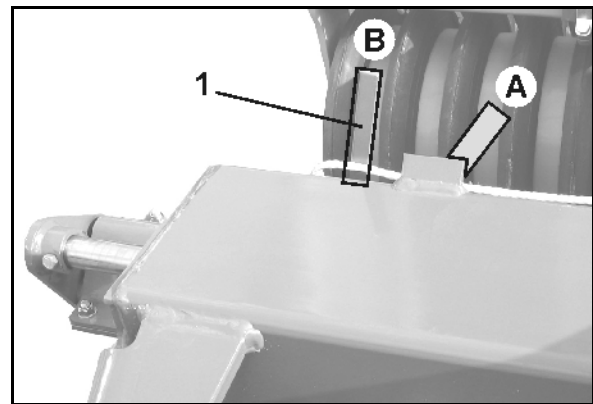

Fig. 29
- Fig. 29 - rechte Maschinenseite, Pos B.